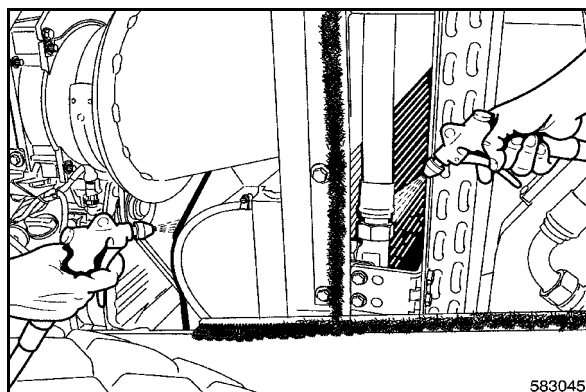

Fig. 129
- Souffler l'air comprimé sur le refroidisseur (Fig. 129).